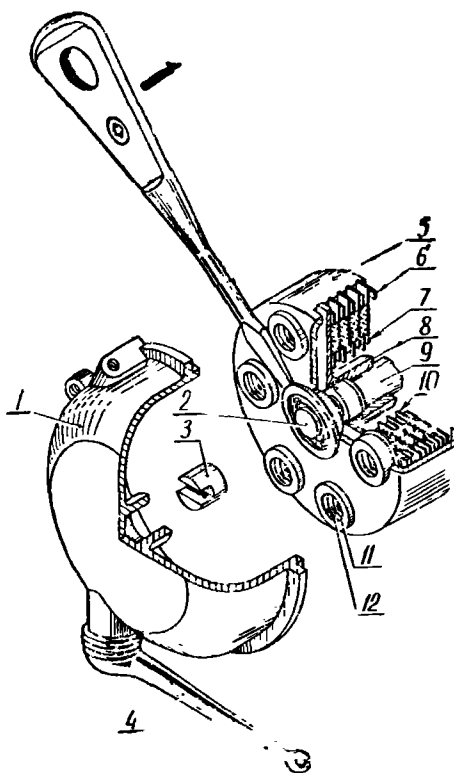

Рис. 42. Удаление выжимного упора.
Если вывертывание упоров не дает желаемого результата, снимите крышку сцепления и осмотрите шток выжима (см. рис. 42).
- снимите выжимной упор, для чего отожмите отверткой стопорную пружину (см. рис. 42);